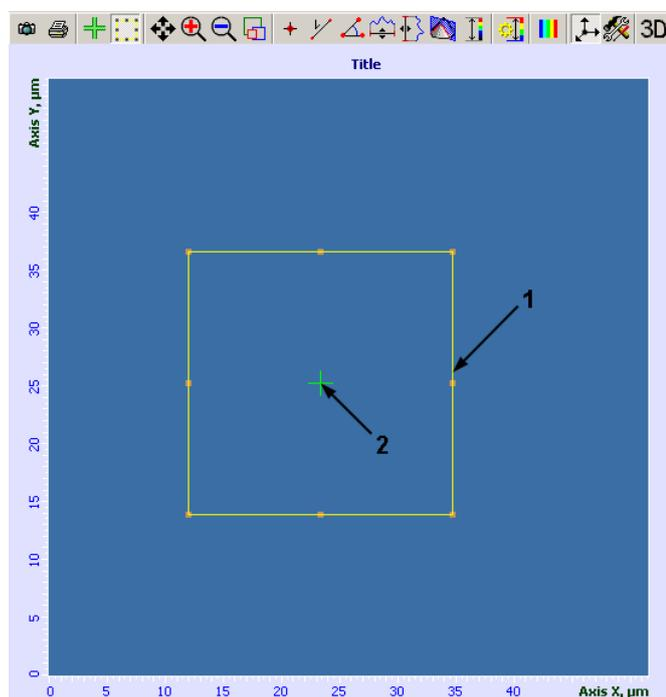

Рис. 6-12. Панель отображения 2D-данных сканирования
1. Включите опцию изменения размера и выбора области, щелкнув на кнопке  на панели отображения 2D-данных сканирования (Рис. 6-12).
2. При помощи мыши измените размер и положение области сканирования (поз. 1 на Рис. 6-12).
3. Щелкните на кнопке . Проверьте, что в пределах выбранной области сканирования зонд всюду достаёт до поверхности и нигде не «врезается» в нее. Для этого нажав левую клавишу мыши и удерживая ее, перемещайте курсор (поз. 2 на Рис. 6-12) в пределах выбранной области сканирования. Перемещение курсора отражает реальное перемещение зонда относительно поверхности образца. Степень выдвигания пьезосканера контролируйте по индикатору в нижней части окна (см. Рис. 6-3).